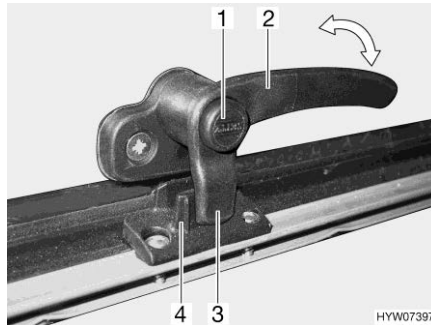
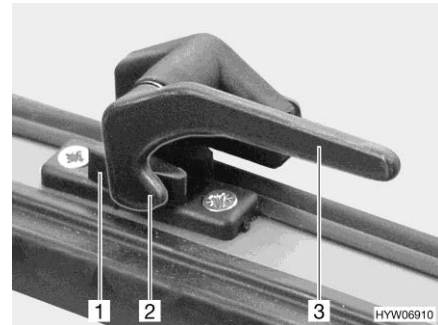

Bild 117 Låsarm med låsknapp i läget "stängd"
Bild 118 Låsarm i läget "stängd"
- Tryck på låsknappen (Bild 117,1) om sådan finns och håll den nedtryckt.
- Vrid alla låsarmer (Bild 117,2 eller Bild 118,3) ett kvarts varv mot luckans mitt.
- Vrid alla låsarmer (Bild 117,2 eller Bild 118,3) ett kvarts varv mot ramen. Låsspaken (Bild 117,3 eller Bild 118,2) sitter på insidan av lucklåset (Bild 117,4 eller Bild 118,1).
- I läget "helt stängt" (Bild 117 och Bild 118)